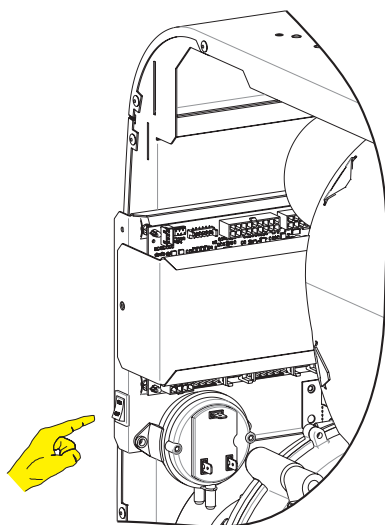

Figure 10
1. Lorsque l'interrupteur d'alimentation principal est à la position Marche (On), les témoins DEL rouge et vert du panneau de commande se mettent à clignoter en alternance. Si l'on utilise la télécommande FRBTPL (page 15), le récepteur distant recherchera le signal de l'émetteur distant. **Voir Figures 10 et 11.**